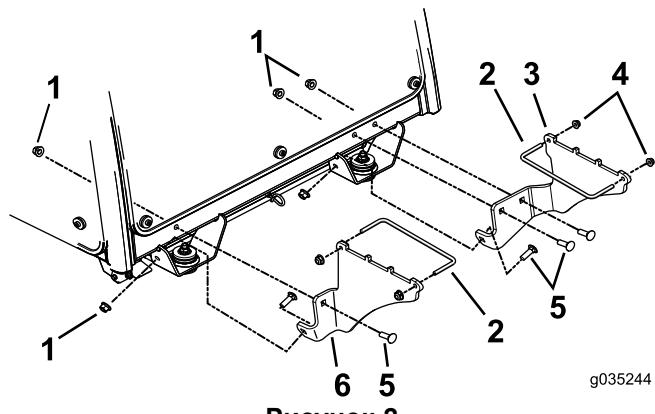

Рисунок 2
2. Установите кронштейны грузов, как показано на Рисунок 2.